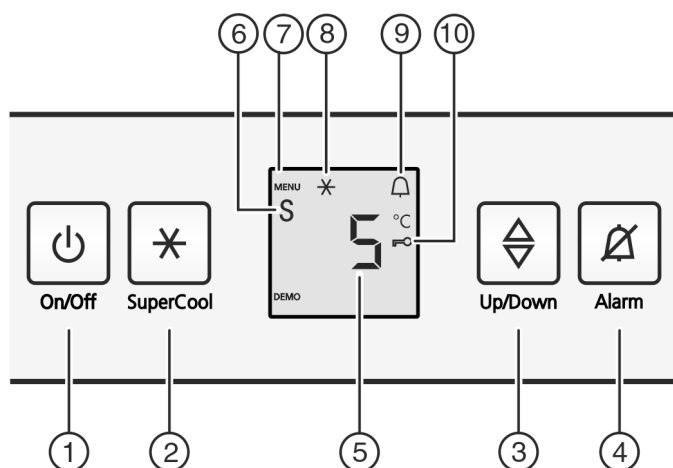

Fig. 2
- Appuyez sur la touche marche/arrêt Fig. 2 (1).
- Activer le mode de réglage : appuyer env. 5 sec. sur la touche SuperCool Fig. 2 (2).
- ▷ Le symbole Menu Fig. 2 (7) est allumé.
- Sélectionner **c** avec la touche de réglage Fig. 2 (3).
- Pour confirmer, appuyer brièvement sur la touche SuperCool Fig. 2 (2).
- appuyer brièvement sur la touche SuperCool Fig. 2 (2) pour activer la sécurité enfants.
- ▷ Le symbole Sécurité enfants Fig. 2 (10) est allumé. L'affichage **c** clignote.
- appuyer brièvement sur la touche SuperCool Fig. 2 (2) pour désactiver la sécurité enfants.
- ▷ Le symbole Sécurité enfants Fig. 2 (10) s'éteint. L'affichage **c** clignote.
- Désactiver le mode de réglage : appuyer sur la touche On/Off Fig. 2 (1).
- Appuyer sur la touche Alarme Fig. 2 (4).
- Activer le mode de réglage : appuyer env. 5 secondes sur la touche SuperCool Fig. 2 (2).
- Pour appeler la fonction Mode Sabbath, appuyer brièvement sur la touche SuperCool Fig. 2 (2).
- **Pour activer** le mode Sabbath, appuyer brièvement sur la touche SuperCool Fig. 2 (2).
- **Pour désactiver** le mode Sabbath, appuyer brièvement sur la touche SuperCool Fig. 2 (2).
- ▷ L'affichage de la température indique le symbole mode Sabbath tant que le mode Sabbath Fig. 2 (6) est activé.